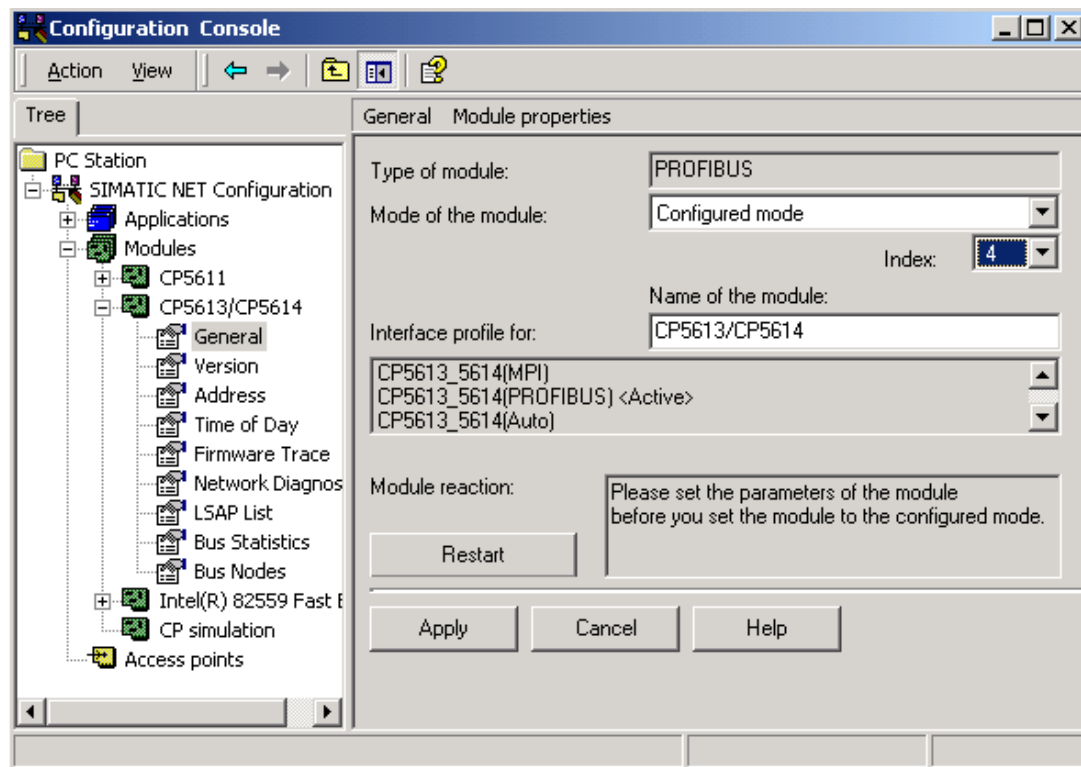

图 2.2 配置 CP5613 为组态方式
2. 在“Configuration Console”窗口中依次单击“Modules”和“CP5613/CP5614”前的符号“+”后选择“General”，在右边数据窗口中将“Mode of the module”的列表框选为“Configured mode”，列表框“index”选为 4(可以为其它值)，如图 2.2 所示。